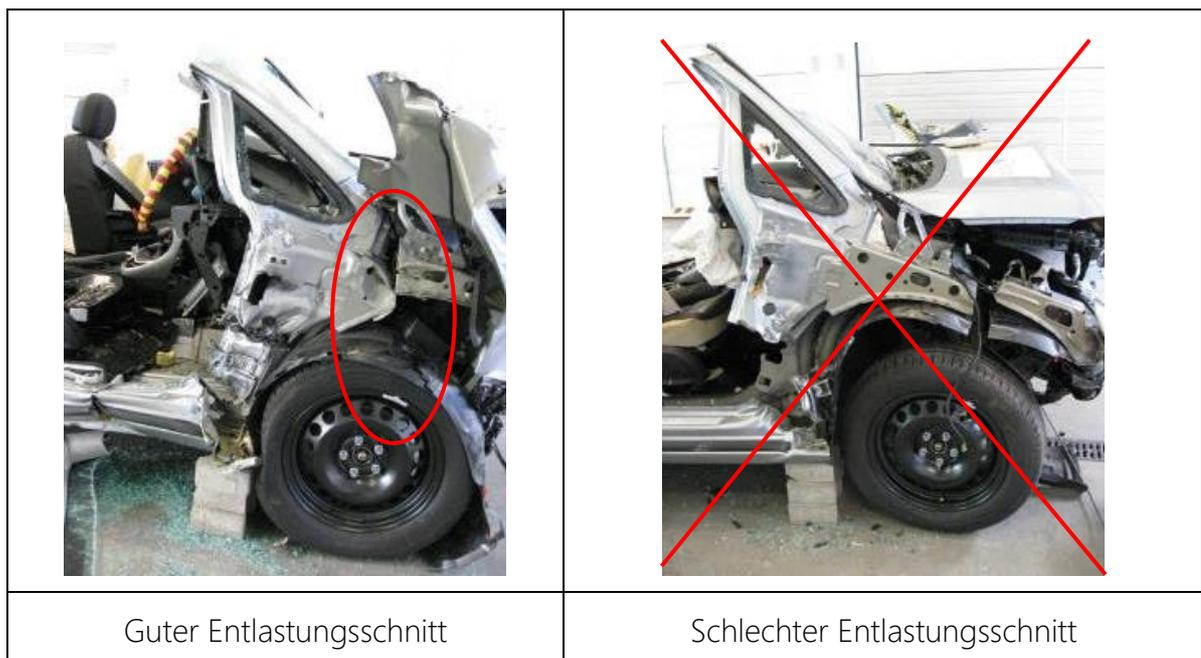

Abbildung 6
- Handelte es sich bei dem zu schneidenden Fahrzeug um eine Frontalkollision, so war es nicht möglich, das Fenster bis in das Radhaus zu schneiden. (siehe untenstehend Abbildung 6)